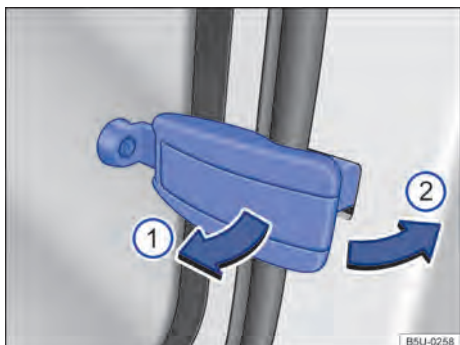

Fig. 56 Fechar o vidro basculante traseiro.
- Puxar a alavanca de travamento no sentido da seta → Fig. 56 ① para dentro.
- Pressionar a alavanca de travamento no sentido da seta → Fig. 56 ② para trás, até que ela se trave e o vidro esteja fechado.